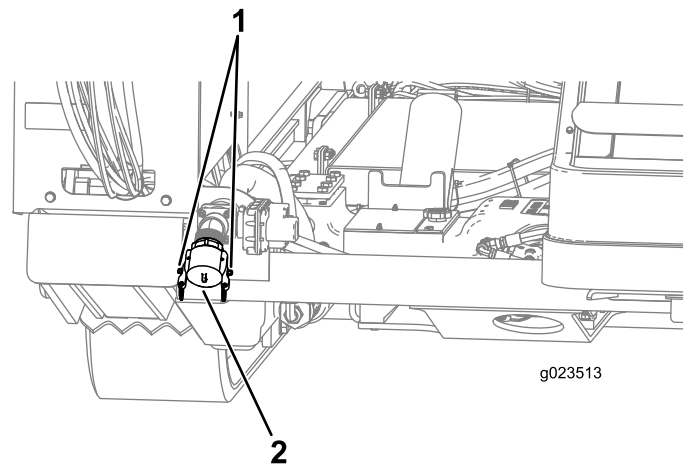

Figure 48
1. Levez les leviers de verrouillage à came sur le bouchon d'entrée de la pompe et déposez le bouchon (Figure 48).